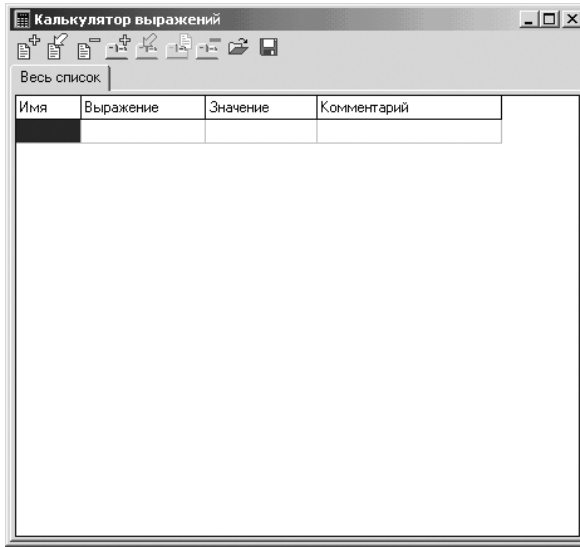

Рис. 1.107. Окно **Калькулятор выражений** системы **Универсальный механизм**
- щелкните в выпадающем меню по пункту **Калькулятор выражений**. Появится окно **Калькулятора выражений**, изображенное на рис. 1.107.